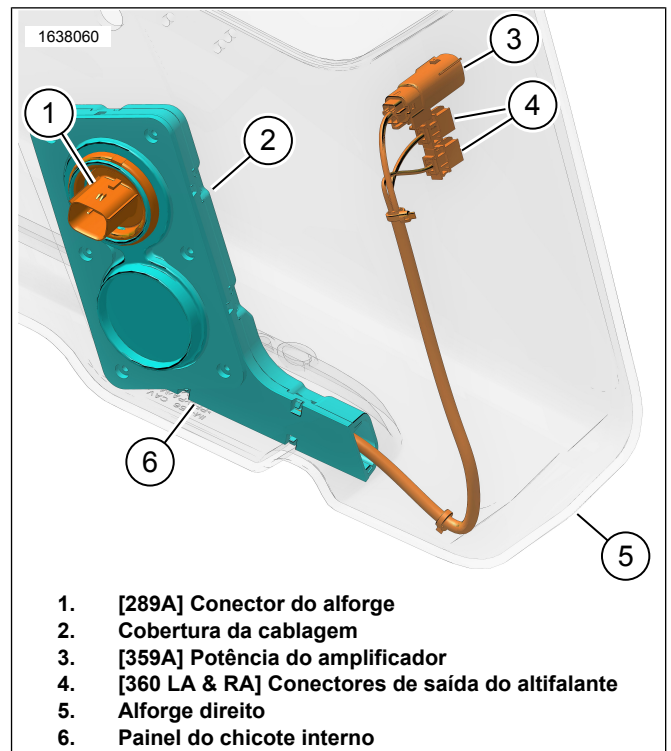

Figura 8. Painel do Chicote Interno 69202871
8. Ver a Figura 8. Instale o chicote de fios interno conforme demonstrado.
- a. Instale a cobertura do chicote de fios (2).
14. Ver Figura 8 e Figura 10 . Ligar o Chicote de Fios Interno à Unidade do Amplificador.
Ver Figura 8 e Figura 10 . Ligar o Chicote de Fios Interno à Unidade do Amplificador.